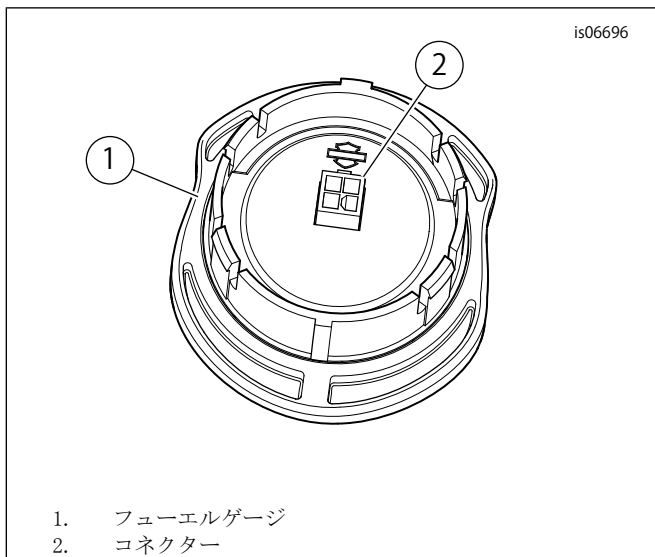

図1。フューエルゲージコネクター
1. 「図1」を参照してください。ワイヤーハーネスコネクターをフューエルゲージコネクター(2)に接続します。